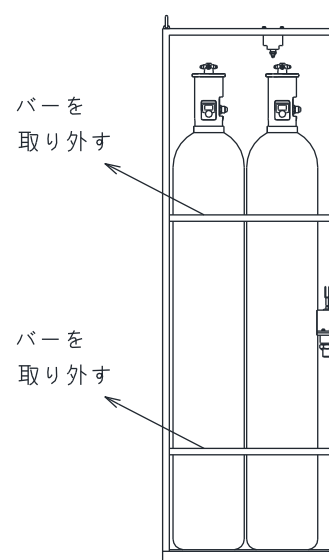

図6. 貯蔵容器の据え付け
- (3) 本体の扉を開き、図6の貯蔵容器固定バーを外して貯蔵容器を据え付けてください。
- (4) 貯蔵容器固定バーを再度取り付けてください。